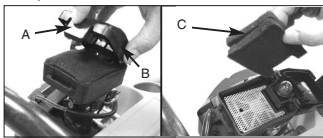

Fig. 6
1. Przycisnąć przycisk (A) i przytrzymać osłonę w pozycji, zdjąć osłonę (B) i filtr powietrza (C) z obudowy filtra (rys. 6).